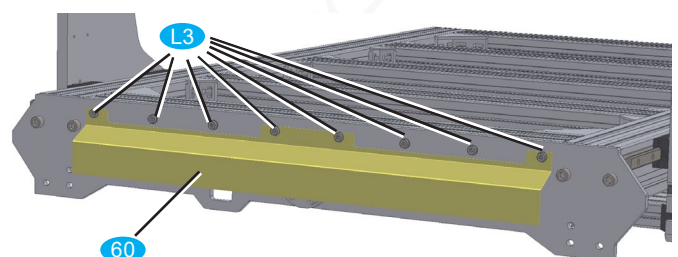

Bild 10: Montage der Riemenabdeckung
- Schrauben **L3** einige Umdrehungen lösen (siehe Bild 10), Abdeckung Zahnriemen X Double **60** unter die Schraubenköpfe schieben und Schrauben festziehen.